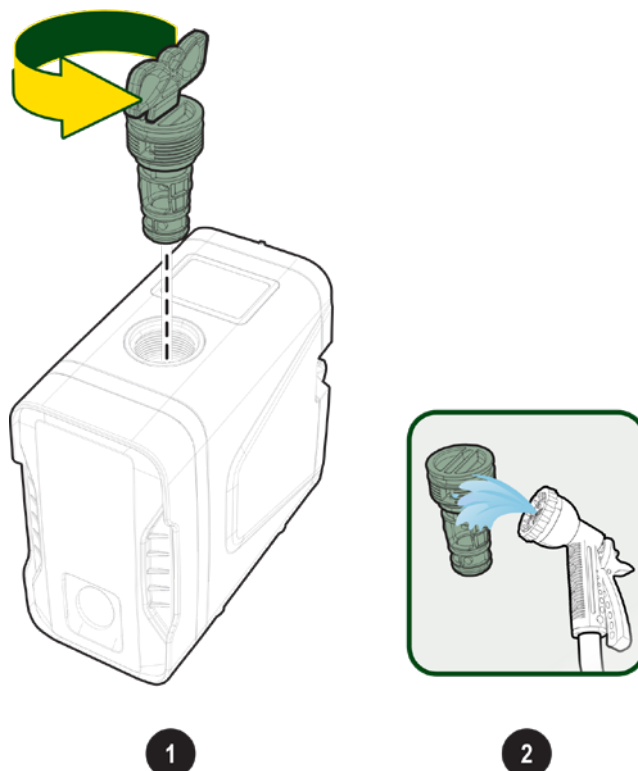

Fig. 22 Limpieza de la válvula antirretorno
- utilizando el accesorio llave, quite el tapón (véase la Fig. 22 Limpieza de la válvula antirretorno);